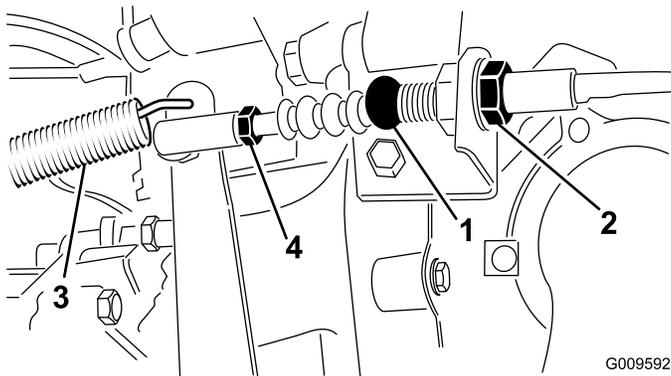

Figura 65
1. Alivie as porcas de segurança que fixam o cabo ao suporte no cárter do volante (Figura 65).